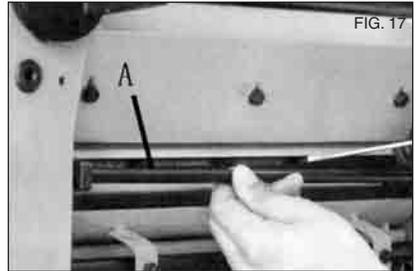
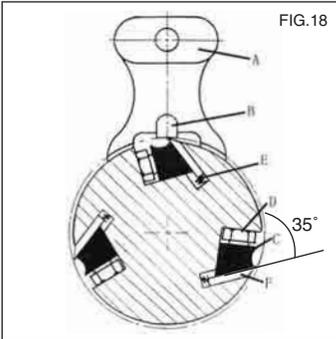

FIG. 17
FIG. 18
3. Para revisar y ajustar las cuchillas, use el calibrador de cuchillas (A) Fig. 17 y revise las cuatro cuchillas. Las cuchillas apenas deben tocar el fondo de la protuberancia central (B) del calibrador de cuchillas, como se muestra en la Fig. 18.
4. Si es necesario ajustar una o más cuchillas, afloje ligeramente las barras de sujeción de las cuchillas (C) Fig. 18, de las cuatro cuchillas haciendo girar los 24 tornillos de seguridad (D) Fig. 18 en las barras de sujeción de las cuchillas, apenas lo suficiente para aliviar la tensión en el cabezal de corte y no alterar el ajuste de las cuchillas.
5. Usando el calibrador de cuchillas, ajuste la cuchilla que debe reajustar aflojando los seis tornillos de seguridad (D) Fig. 18, girándolos en la barra de sujeción de las cuchillas. Al aflojarse la barra de sujeción de las cuchillas, los resortes elevadores (E) localizados debajo de la cuchilla levantarán la cuchilla hasta que entre en contacto con la protuberancia central (B) del calibrador (A) Fig. 18. Ahora apriete la barra de sujeción de las cuchillas contra la ranura alojando ligeramente los seis tornillos de seguridad (D). NOTA: En este momento, solamente apriete la cuchilla en la ranura lo suficiente para sostener la cuchilla en su posición.
7. Después de ajustar las tres cuchillas con los tornillos apenas apretados, afloje y apriete los cinco tornillos (D) Fig. 18, contra la ranura, empezando con los tornillos de los extremos primero y después con los tornillos centrales, hasta que la cuchilla esté seguramente sostenida en el cabezal de corte. Apriete las tres cuchillas restantes en la misma forma.
3. Para retirar la cuchilla, afloje la barra de sujeción de la cuchilla (C) Fig. 18, girando los cinco tornillos de seguridad de la cuchilla (D) en la barra de sujeción de las cuchillas (C), y retire la barra de sujeción las cuchillas (C), la cuchilla (F) y los resortes (E) que se localizan abajo de las cuchillas. Por favor tome nota de que los dos resortes internos saldrán despedidos al retirar la cuchilla y la barra de sujeción de la cuchilla.
6. Inspeccione la orilla de corte de las cuchillas para detectar melladuras o desprendimiento de metal. Rectifique las cuchillas ligeramente usando una piedra, o si es necesario afilar las cuchillas, mantenga un ángulo de corte de 35 grados como se muestra en la Fig. 18.
7. Inserte los resortes (E), cuchillas (F), y la barra de sujeción de las cuchillas (C) en la ranura del cabezal de corte, como se muestra en la Fig. 18 Afloje los tornillos de seguridad (D) apenas lo suficiente para sostener la cuchilla en el cabezal de corte.
8. Coloque el calibrador de cuchillas (A) sobre la cuchilla como se muestra en la Fig. 18
- Mientras sostiene el calibrador de cuchillas (A) Fig. 18, afloje los cinco tornillos de seguridad (D) haciéndolos girar en la barra de sujeción (C) hasta que la orilla cortante de la cuchilla (F) entre en contacto con la protuberancia (B) del calibrador (A). Ahora apriete ligeramente la barra de sujeción de la cuchilla (C) contra la ranura aflojando ligeramente los cinco tornillos (D).
- Después de ajustar las tres cuchillas con los tornillos apenas apretados, afloje y apriete los cinco tornillos (D) Fig. 18 contra la ranura, empezando con los tornillos de los extremos primero y después con los tornillos centrales, hasta que la cuchilla esté seguramente sostenida en el cabezal de corte. Apriete las tres cuchillas restantes en la misma forma.